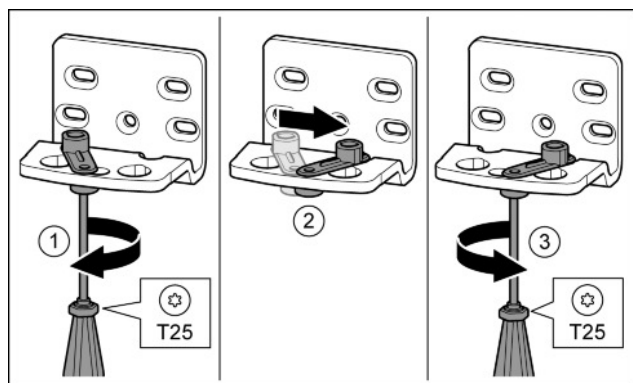

Fig. 11
- u Visser la vis sans serrer avec un tournevis T25. Fig. 11 (1)
- u Soulever le ressort de fermeture et le tourner de 90° à droite dans l'alésage. Fig. 11 (2)
- u Serrer la vis avec un tournevis T25. Fig. 11 (3)